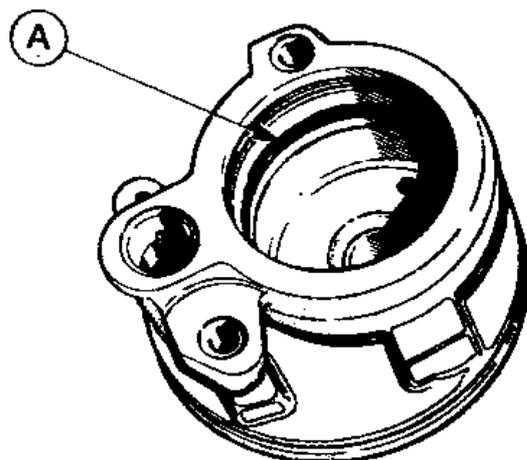

Рис. 11.62. Установка уплотнительного кольца нажимного диска (Разд. 41) А — кольцо
17. Смочите гидравлической жидкостью новое уплотнительное кольцо нажимного диска и установите его в третью канавку от заднего торца корпуса (Рис. 11.62).